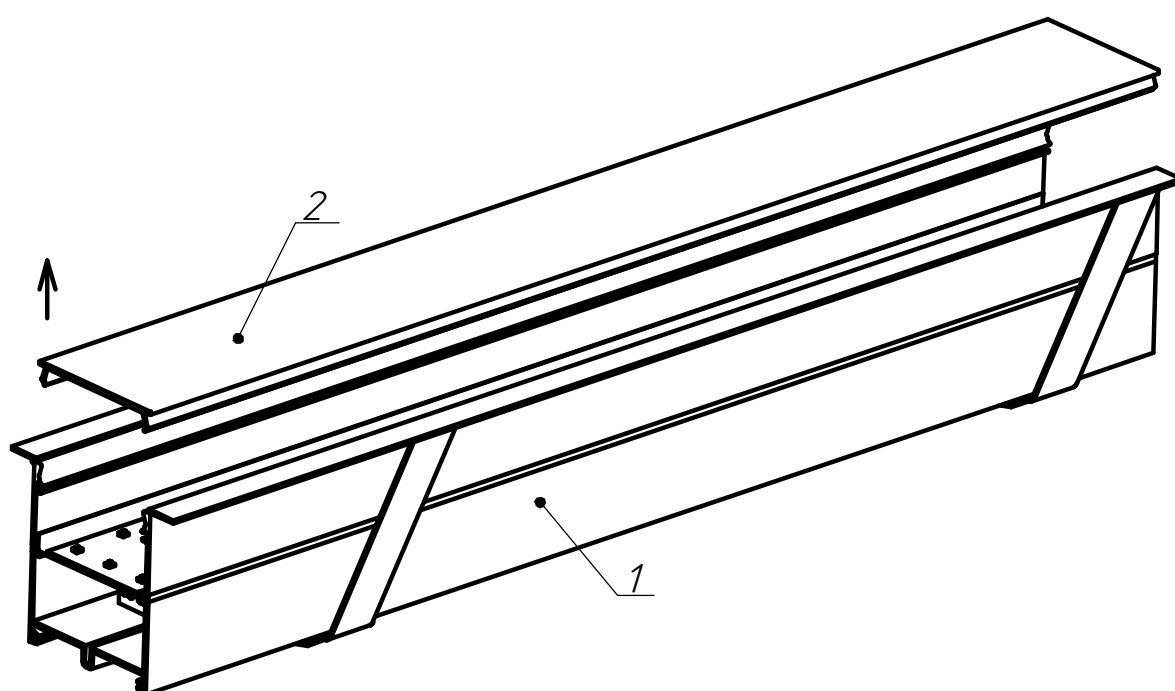
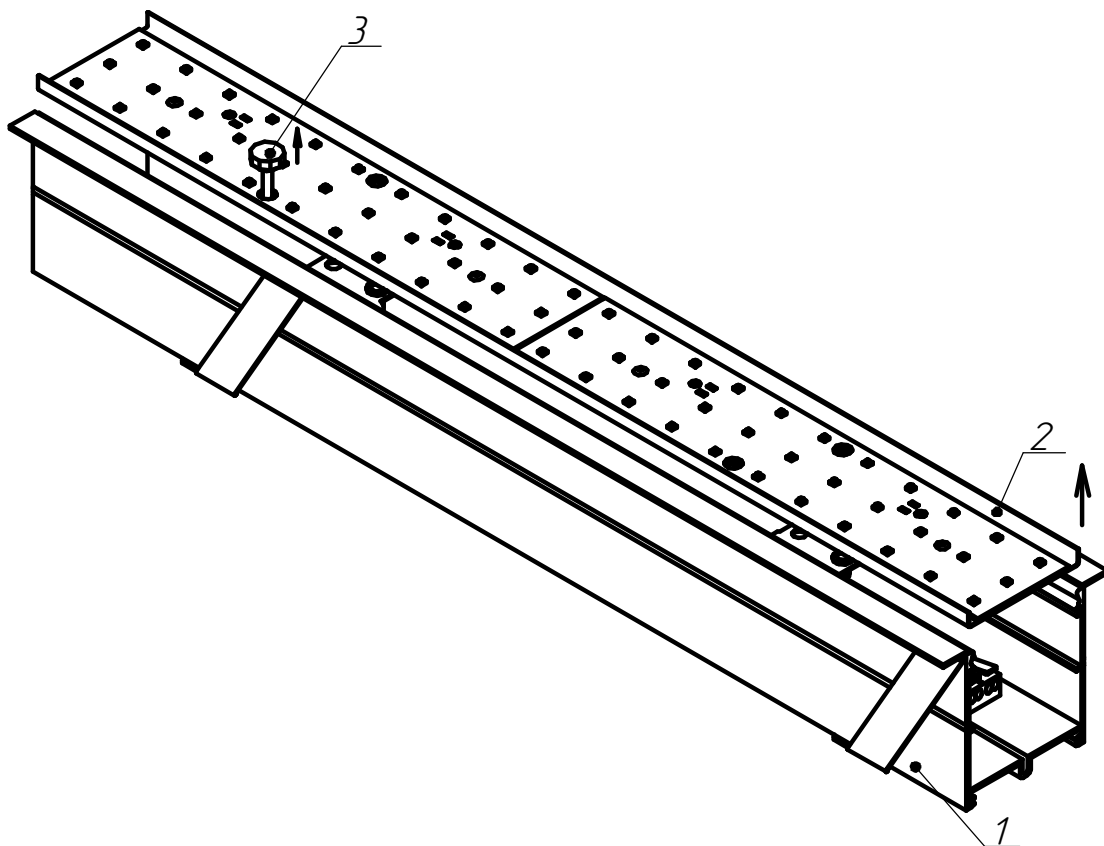

Рисунок 2 - Снятие рассеивателя со светильников
Рисунок 3 - Снятие панели со светильников
5.3.1 Снять опаловый рассеиватель (см. рисунок 2). Затем демонтировать панель со светодиодными модулями держащуюся в корпусе на магнитах, потянув за торцы панели. Когда светильник установлен в потолок, демонтировать панель со светодиодными модулями необходимо при помощи спец-винта М4 (идет в комплекте). Для этого необходимо вернуть спец-винта М4 в панель и потянуть (см. рисунок 3).